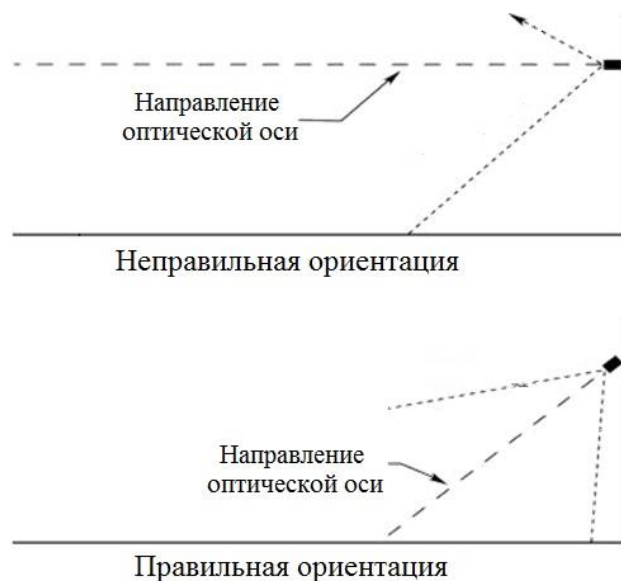

Рисунок 3 – Установка термокожуха по отношению к горизонту
- Термокожух рекомендуется нацеливать на объект по нисходящей под углом к горизонту, по крайней мере, 10 - 20 градусов (см. рис. 3). Такая установка предотвращает скопление влаги на смотровом окне.